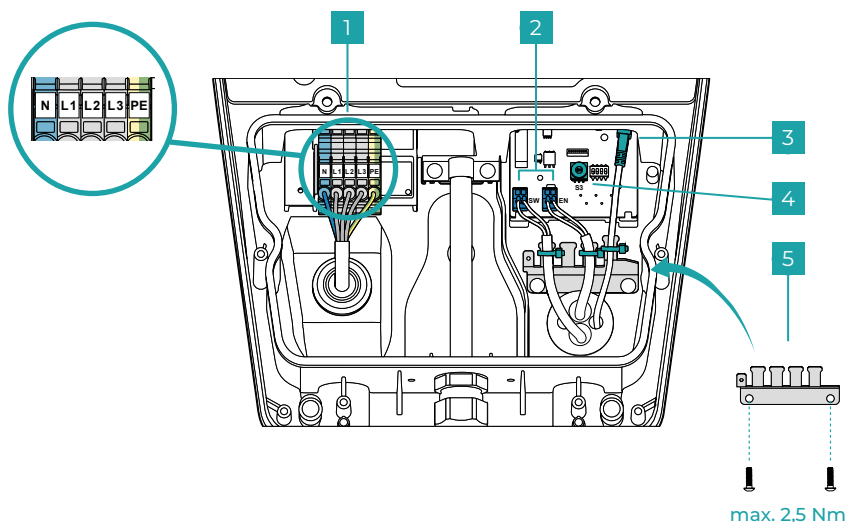
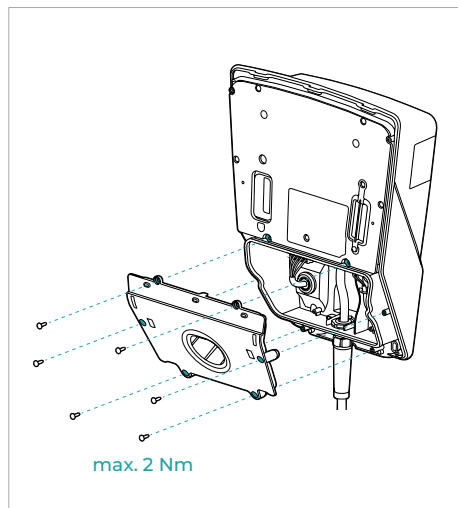

Fig. 6
Fig. 7
Opțional, la interfața internă poate fi conectat un dispozitiv de blocare extern (de ex. întrerupător cu cheie) (fig. 6 - nr. 2 - interfața EN).
- Pregătiți un cablu de alimentare de la rețea corespunzător ($\varnothing 10 - 20 \text{ mm}$ // max. $5 \times 6 \text{ mm}^2$) și conectați-l conform reprezentării din **fig. 6 - nr. 1**. Figura ilustrează racordul la rețea trifazică. Pentru a conecta sistemul de încărcare la rețea cu o singură fază, utilizați conductorii N, L1 și PE.
- Cu ajutorul comutatorului rotativ S3 configurați curentul de încărcare maxim între 6 A și 16 A, conform reprezentării din **fig. 6 - nr. 4**.
- Opțional: Pregătiți cablurile de date (Digital-In (EN) / Out (SW) și LAN) și conectați-le după cum se arată în **fig. 6 - nr. 2 și 3**. Pentru a conecta un dispozitiv de blocare extern prin intermediul cablului Digital-IN, îndepărtați în prealabil puntea pentru cabluri.
Montați dispozitivul de detensionare după cum se arată în **fig. 6 - nr. 5** și fixați cablurile de date cu bride pentru cabluri. Montați capacul inferior al sistemului de încărcare conform reprezentării din **fig. 7**.